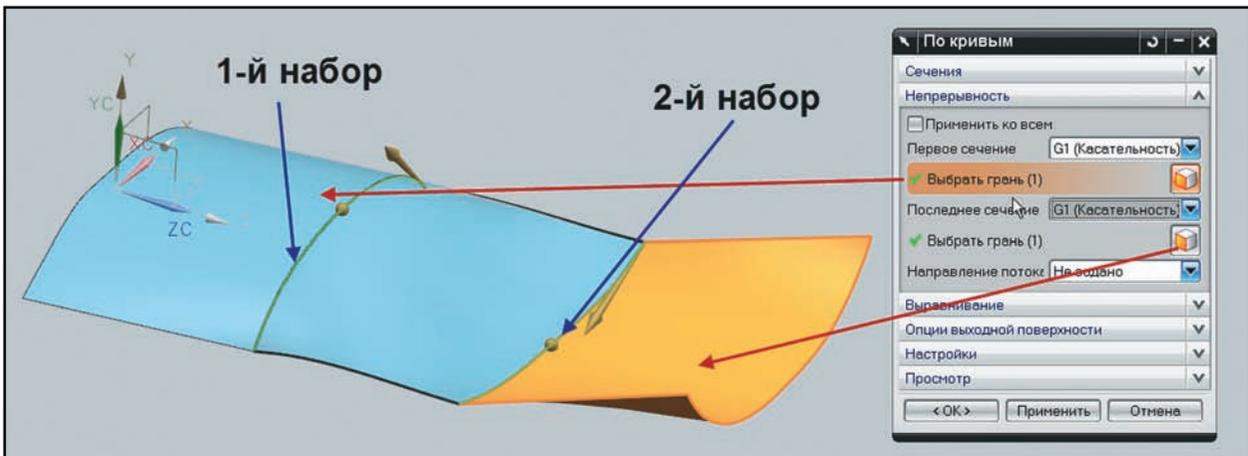

Рисунок 3.11 Задание условий касательности на стыках
- Поменяйте условие непрерывности на первой кромке на **G1 (Касательность) (Tangent)**. Теперь системе необходимо указать, относительно какой поверхности надо соблюдать условие касательности. Укажите существующую смежную поверхность. Сделайте то же самое для второй кромки создаваемой поверхности (рис. 3.11). И нажмите кнопку **ОК** в диалоге.